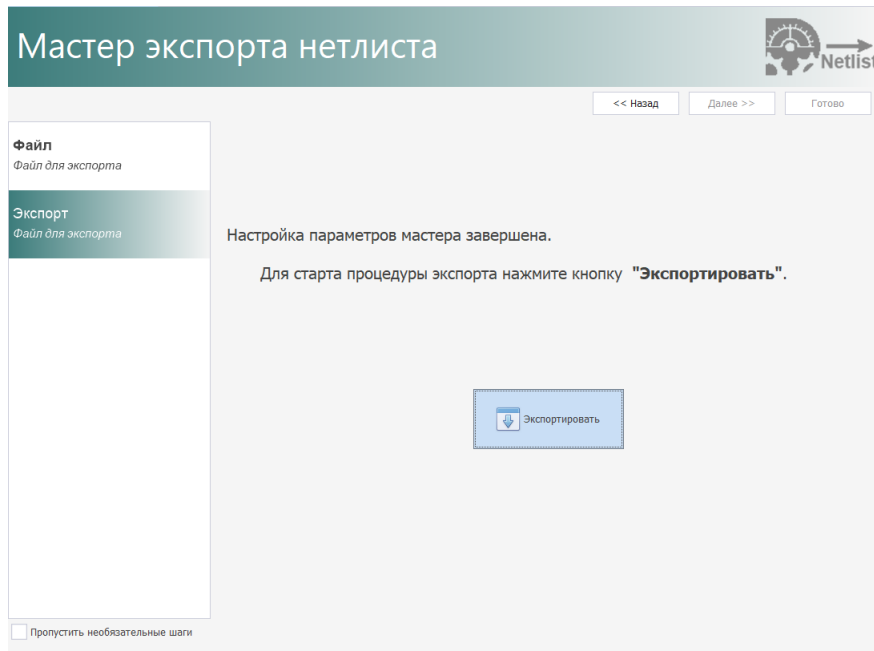

Рис. 78 Запуск экспорта нетлиста
5. Нажмите кнопку «Экспортировать» для запуска процедуры экспорта нетлиста, Рис. 78.